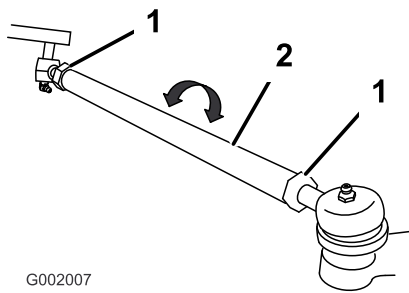

図 59
5. 前後の測定値の差が所定範囲にない場合、タイロッド両端のジャムナットを外して調整を行う(図 59)。